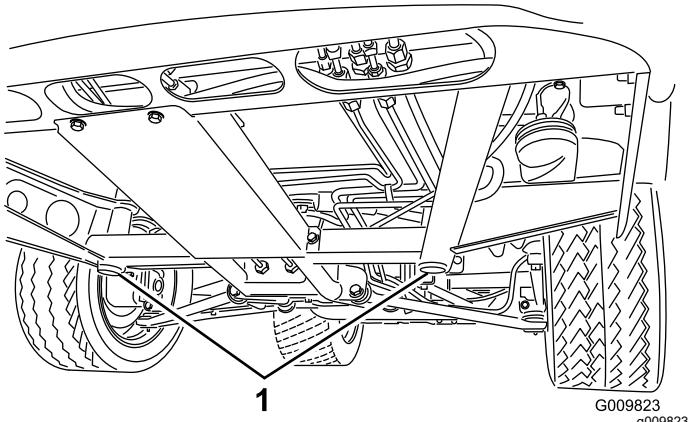
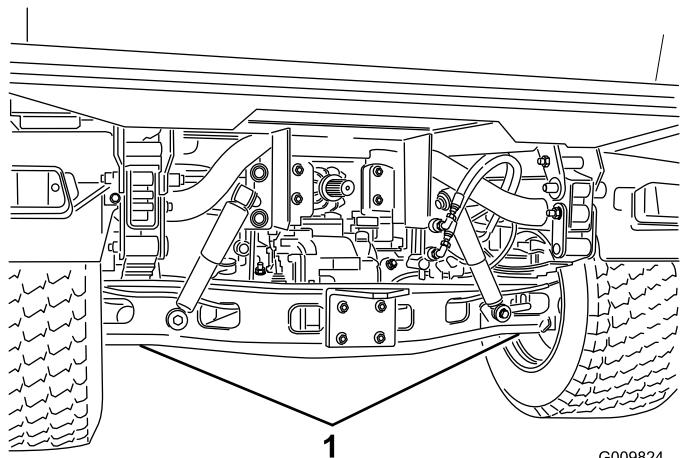

図 36
図 37
- 車両前部のジャッキポイントは前中央のフレームサポート図 36、後部のジャッキポイントはアクスル下図 37にある。